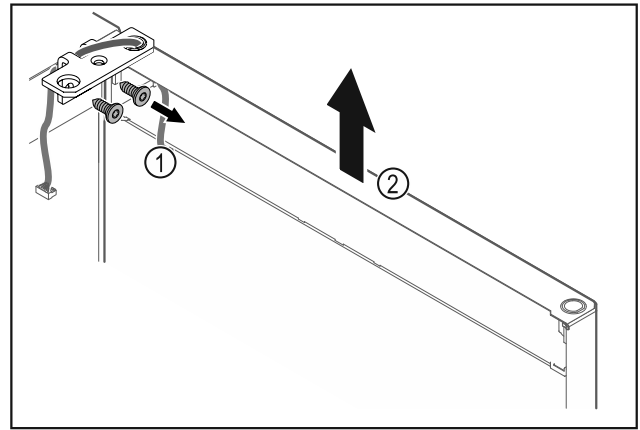

Fig. 17
- ▶ Irrota saranakulma Fig. 17 (1).
- ▶ Nosta ovia saranakulmineen Fig. 17 (2) noin 200 mm suoraan ylöspäin ja ota pois.